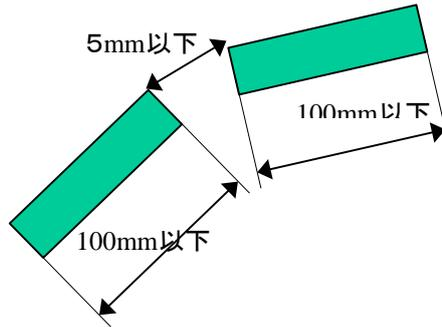

図2-18 カーブ走行時の磁気ガイド設置方法
- (1) 図2-18に示すように、100mm以下に切ったの磁気ガイドを円弧に沿って設置してください。
- (2) 磁気ガイド間は、5mm以下にしてください。